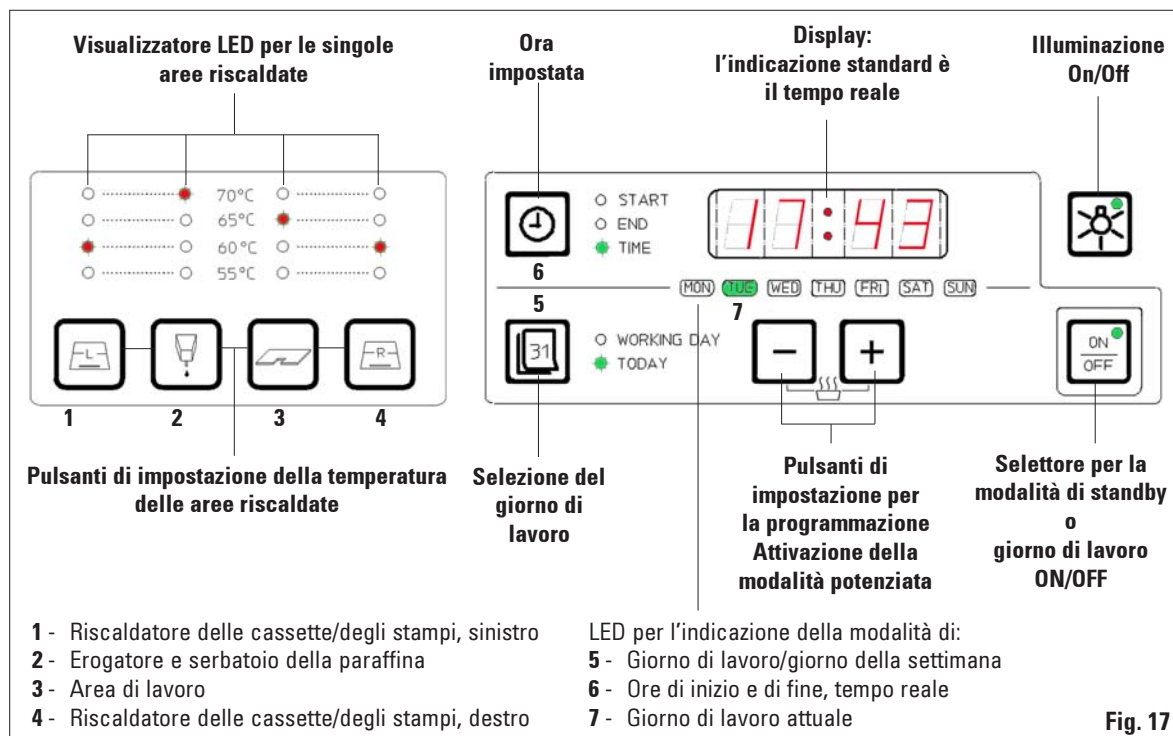

Fig. 17
- I riscaldatori si attivano e i LED indicano gli ultimi valori impostati. I LED che indicano le temperature impostate delle aree riscaldate (1, 3 e 4, fig. 17) lampeggia di quando in quando sull'intera lunghezza della fase di riscaldamento (confrontare "Indicazione degli intervalli di riscaldamento"). Il LED del serbatoio della paraffina (2, fig. 17) lampeggia ad intervalli temporali di 1 secondo ogni volta che il riscaldamento intensificato del serbatoio della paraffina è attivo (4 ore). Se le impostazioni di temperatura sono modificate durante la fase di riscaldamento, lo strumento conserva le nuove impostazioni e la fase di riscaldamento dura più a lungo in corrispondenza.